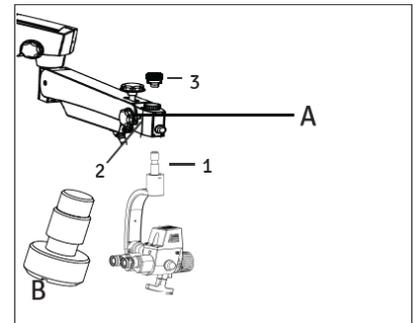

Abb. 39
4. Nehmen Sie die Schrägkupplung mit Vergrößerungswechsler aus der Verpackung und befolgen Sie die Anweisungen gemäß Abb. 39.
- Montieren Sie die Kupplung am Aufhängungsarm, indem Sie die Führungsschiene Welle (1) in den Aufhängungsarm.
- Die Schrägkupplung mit dem Gewindestopfen (3) verschließen.
Achtung: Stellen Sie sicher, dass die Sicherungsschraube (B) an Position (2) fest sitzt, um ein plötzliches Herunterfallen der Kupplung zu vermeiden. Die Sicherungsschraube muss immer mit dem Verriegelungsknopf A des Trägerarms verbunden sein (siehe Abb. 39).